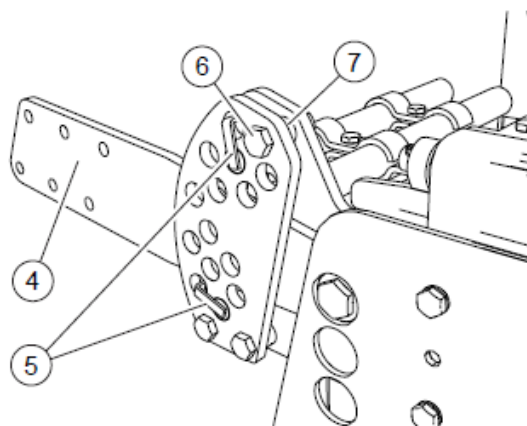

FIG. 10
- Desserrer les boulons (6, "Fig. 10"). Enlever l'entretoise (7). Enlever la goupille et l'axe supérieur (5). Abaisser le bras (4) jusqu'à ce qu'il se pose sur l'axe inférieur (5). Introduire l'axe supérieur (5) dans le premier trou libre sur le bras. Bloquer les axes avec la goupille.